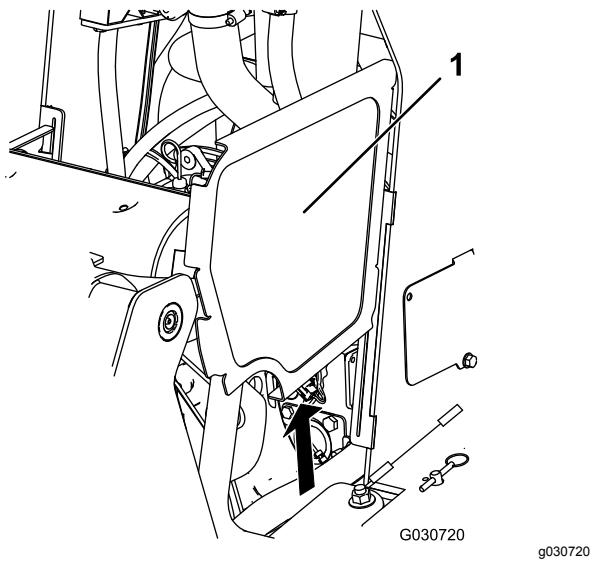

図37
- サイドスクリーンを上にスライドさせて図37前スクリーンとフレームのスロットから外す。